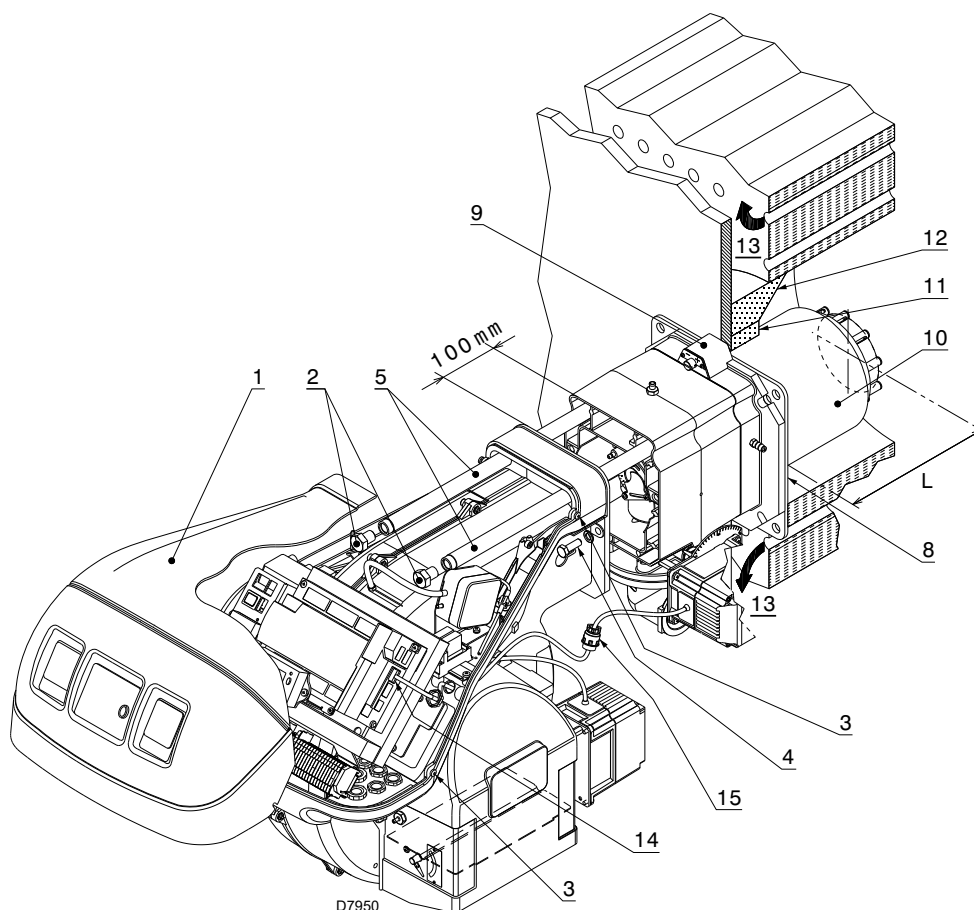

Fig. 17
Pour les chaudières avec circulation des fumées sur l'avant 13)(Fig. 17), ou avec chambre à inversion de flamme, réaliser une protection en matériau réfractaire 11), entre réfractaire chaudière 12) et buse 10).
Séparer ensuite la tête de combustion du reste du brûleur, comme dans la Fig. 17; procéder comme suit:
- remonter le brûleur sur les glissières 3) à 100 mm environ du manchon 4) - brûleur dans la position illustrée dans la Fig. 17;
- brancher la fiche du servomoteur 14)(Fig. 17) et visser le passe-câble 15);